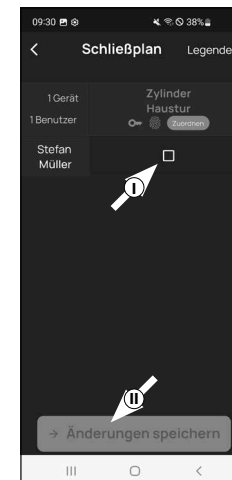

Abb. 2
4 Sie sehen eine Tabelle, bestehend aus angelegten Zylindern (horizontal) und eingerichteten Benutzern (vertikal) (Abb. 2). Setzen Sie jeweils dort einen Haken, wo Sie den jeweiligen Benutzer für das entsprechende Schloss zur Nutzung berechtigen möchten (I) (Abb. 2) und dann auf den Button „Änderungen speichern“ (II) (Abb. 2).